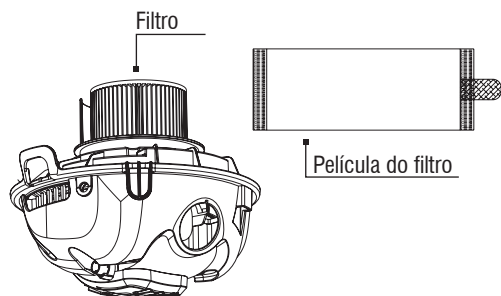

Fig. 15 – Filtro e película protetora do filtro
2. Retire a película protetora do filtro, tela que envolve o filtro, Fig. 15;